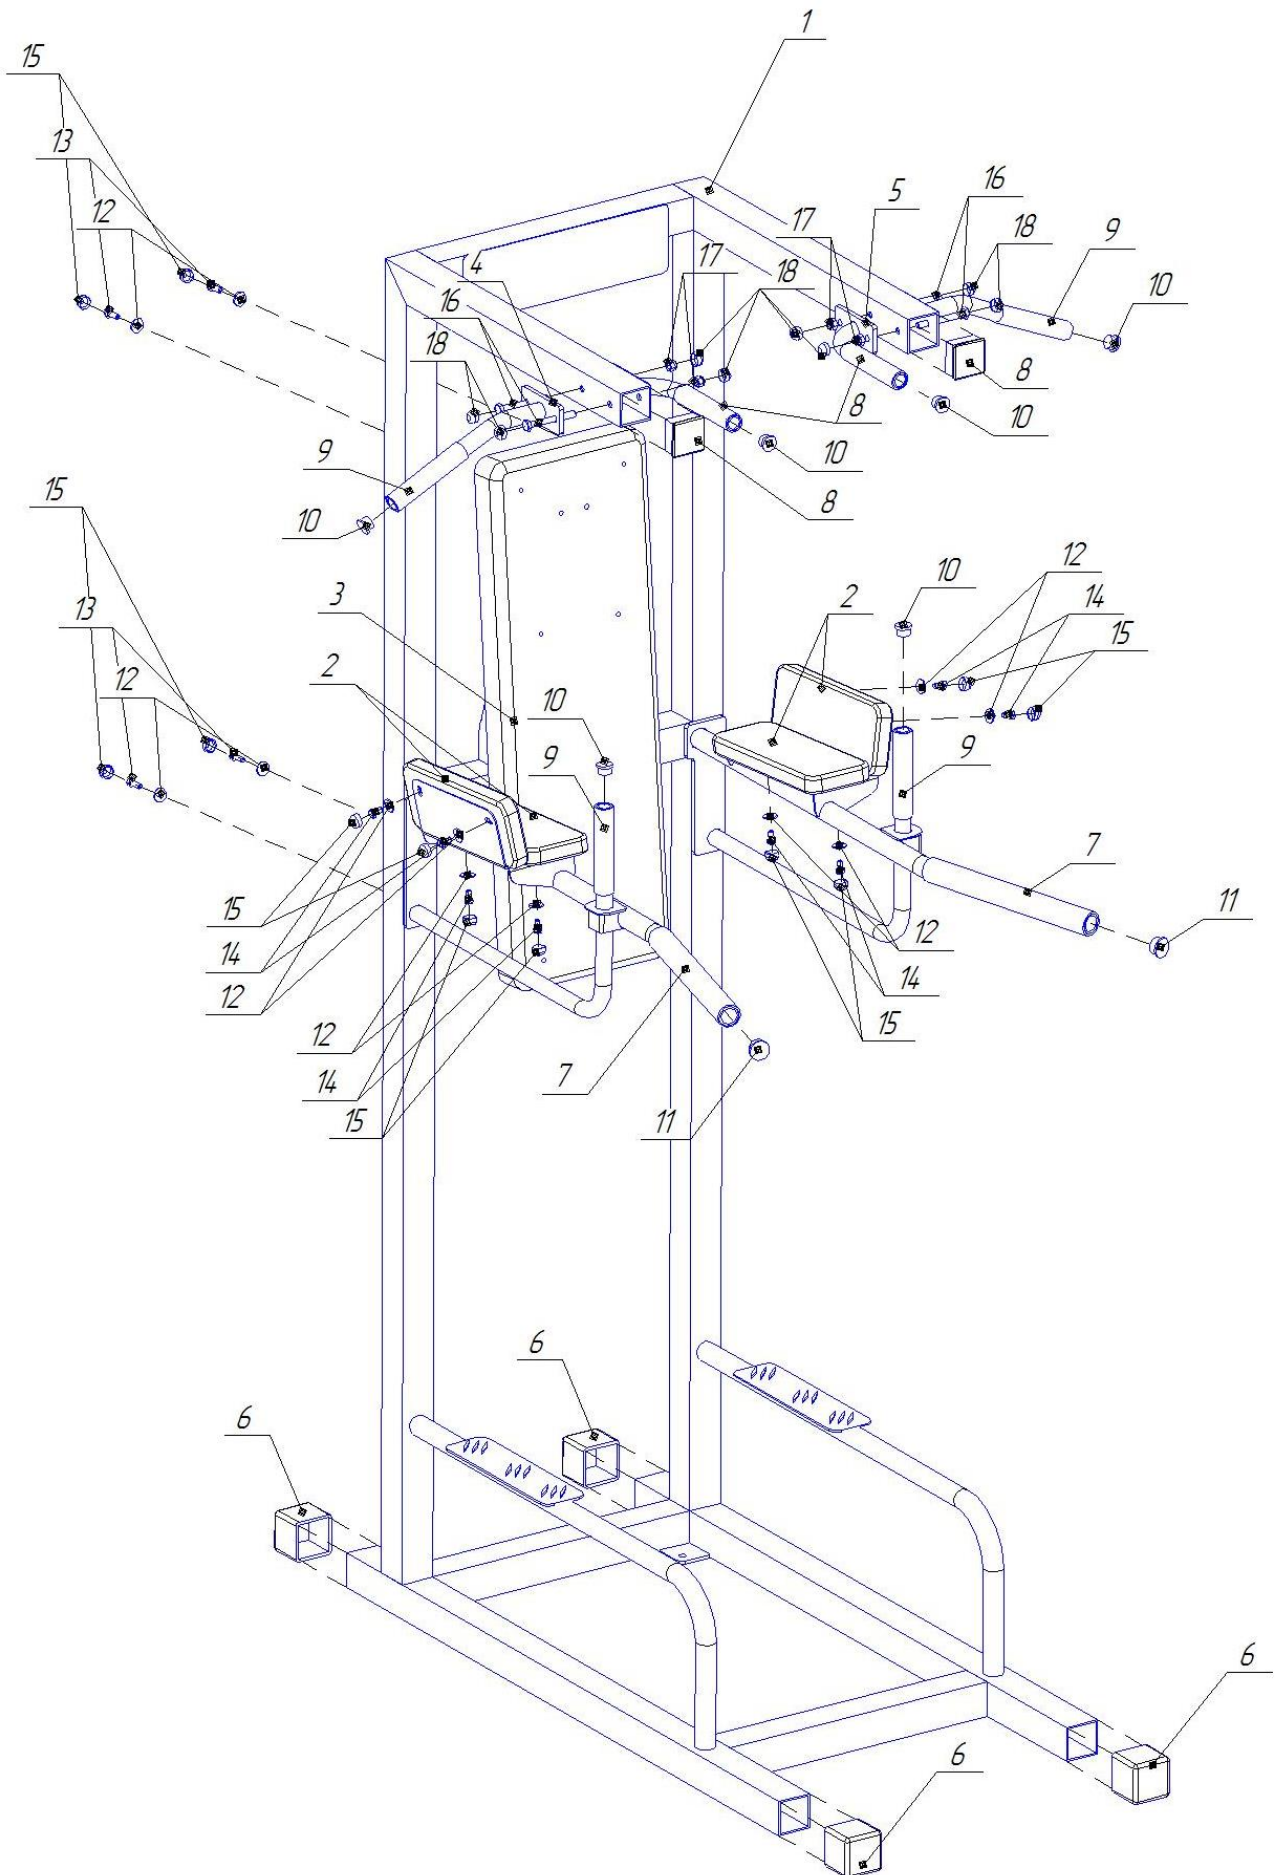

Рис. 4. Общая схема сборки тренажёра
1. Установите 4 ручки резиновые (9) на 2 рукоятки наклонные (4) и 2 рукоятки горизонтальные (5), указанные на рис. 4. При необходимости воспользуйтесь мыльным раствором.
2. Установите 4 заглушки (10) на подготовленные рукоятки (4 и 5). Используйте молоток (В), забивать следует через деревянный брусок.
3. Установите подготовленную рукоятку (4) с левой стороны верхнего профиля рамы (1) на 2 отверстия. Вставьте 2 болта М10х90 (16) через отверстия в пластине ручки и насквозь через отверстия профиля. С обратной стороны (внутренней) профиля установите рукоятку горизонтальную (5) на выступающие болты, как указано на рис. 4. Установите 2 гайки самоконтрящиеся М10 (17) на каждый болт, подтяните при помощи ключа на 17мм (Б). Выровняйте положение ручек и затяните гайки (17) до конца.
4. Установите 4 колпачка (18) на шляпки болтов и гайки.
5. Аналогично установите ручки на другой стороне рамы (1).
6. Установите 2 резиновые ручки на рукоятки возле брусьев, как указано на рис. 4. При необходимости воспользуйтесь мыльным раствором.
7. Установите 2 заглушки (10) на подготовленные рукоятки. Используйте молоток (В), забивать следует через деревянный брусок.
8. Наденьте 2 ручки брусьев (7) на брусья. При необходимости воспользуйтесь мыльным раствором.
9. Установите 2 заглушки (11) на брусья. Используйте молоток (В), забивать следует через деревянный брусок.
10. Установите 2 заглушки (8) в профиль крепления рукояток турника. Используйте молоток(В), забивать следует через деревянный брусок.
11. Установите 4 опорные лапы (6) на основание рамы (1). Используйте молоток(Б), забивать следует через деревянный брусок.
12. Установите подушку спинки (3) с помощью 4 болтов М8х25(13), через шайбы увеличенные (12). Выровняйте положение подушки относительно горизонтальной и вертикальной плоскости. Затяните крепеж при помощи ключа на 13мм (А).
13. Наденьте 4 колпачка (15) на 4 болта спинки (13).